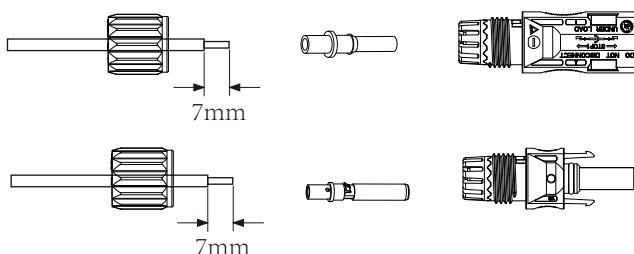

Figura 6.3 Desmontagem da bucha do conector
- a) Desencapse o isolamento do fio fotovoltaico em 7 mm, desmonte a porca de capa do conector, passe um fio fotovoltaico pela porca de capa do conector (veja a Figura 6.3). Repita essa operação com todos os fios fotovoltaicos, prestando atenção especial à polaridade do conector.